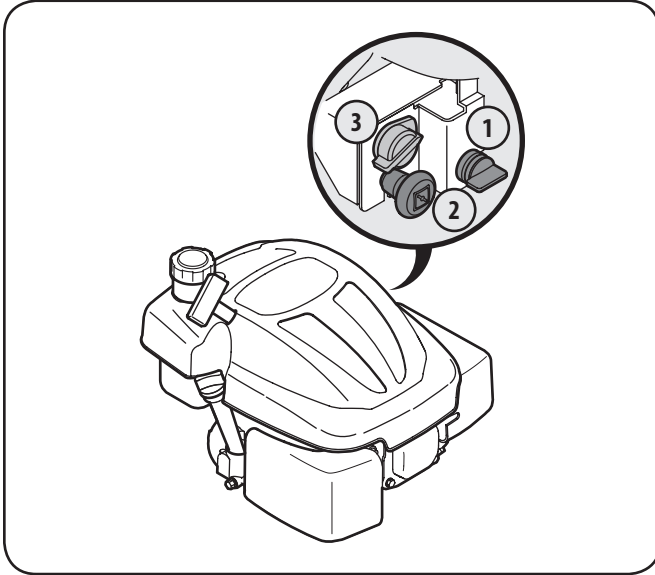

Figura 5-2
1. Si lo tiene, a su vez de la válvula de combustible ubicado en el motor. Véa la Figura 5-2.
2. Tire de la perilla del cebador ubicada en el motor. Vea el recuadro de la Figura 5-2.
4. Tire suavemente de la empuñadura del arranque hasta sentir la resistencia, luego tire rápidamente para reducir la compresión, impedir la tensión de retroceso y arrancar el motor. Vea la Figura 5-2. Si el motor no arranca después de diez segundos de tirar repetidas veces, espere unos minutos antes de repetir.